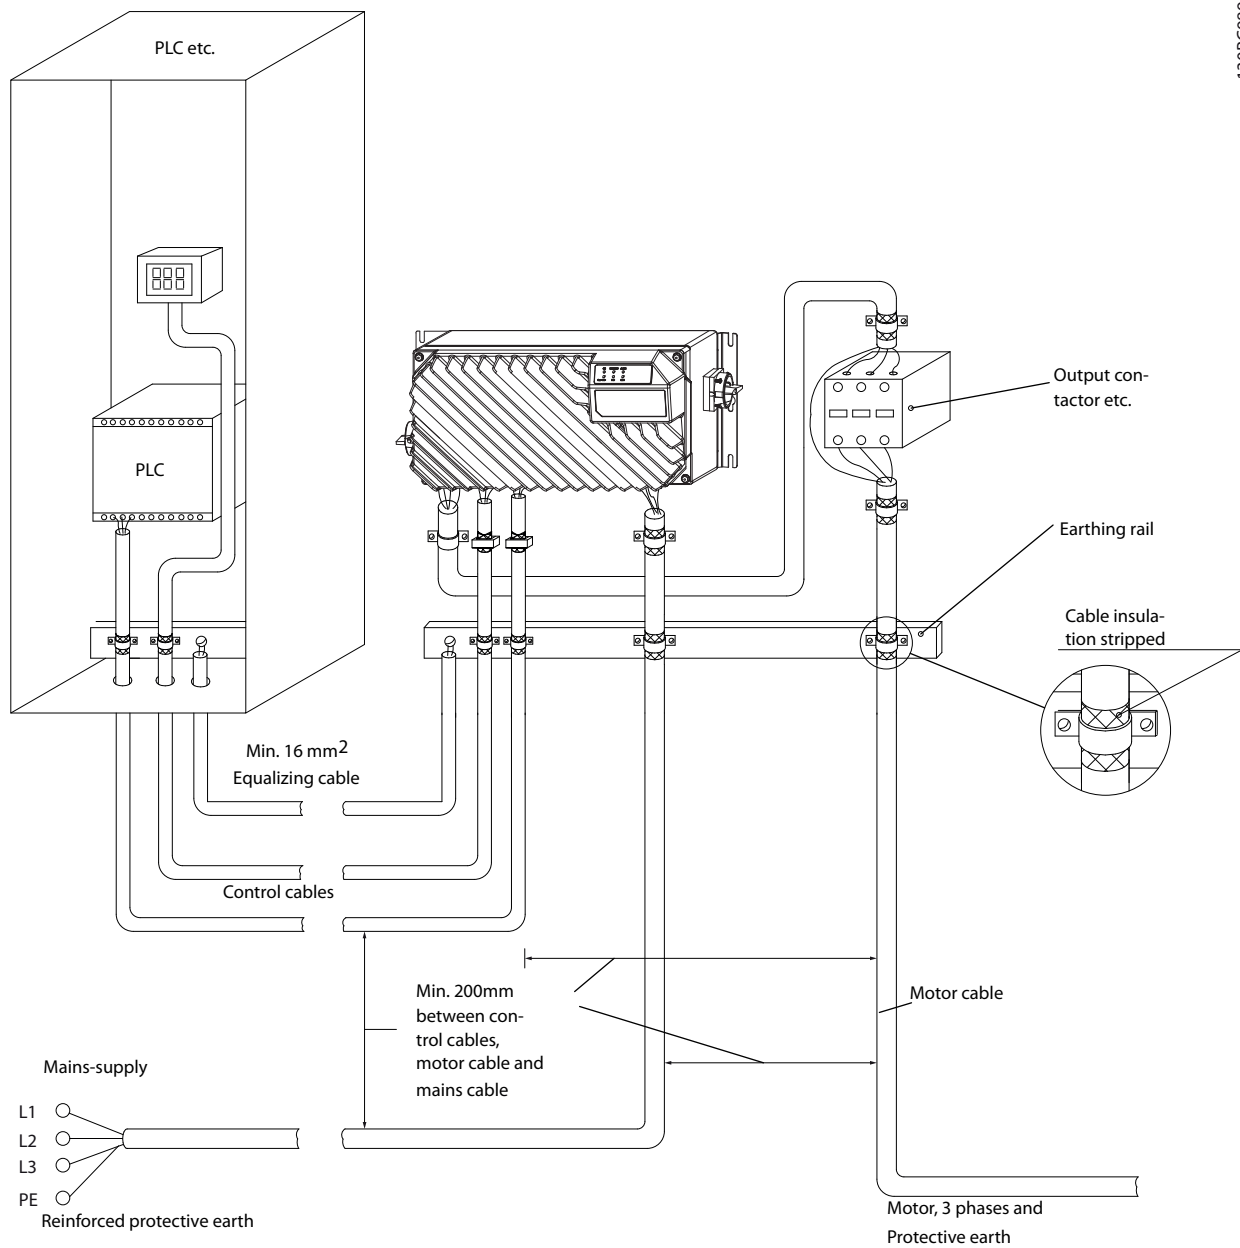

Abbildung 2.39 EMV-gerechte elektrische Installation eines Frequenzumrichters
*Abbildung 2.39* zeigt ein Beispiel einer EMV-gerechten elektrischen Installation des VLT® Decentral Drive FCD 302. Der Frequenzumrichter ist an eine SPS angeschlossen, die in einem separaten Schrank installiert ist. Auch andere Installationsweisen können ggf. eine ebenso gute EMV-Leistung erzielen, sofern Sie die vorstehenden Hinweise für eine ordnungsgemäße Installation befolgt haben.